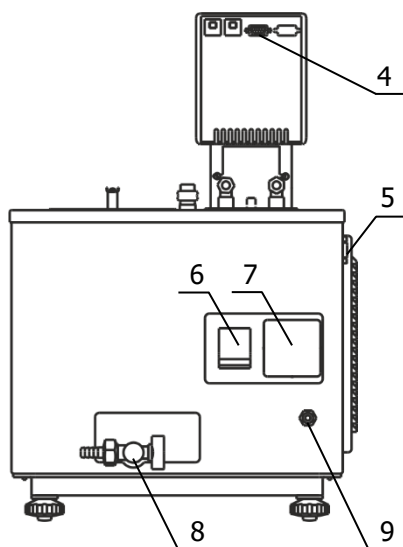

Рисунок 3 — Задняя панель термостата
2.2.4 К переливному штуцеру 9 (рисунок 3) присоединить гибкий шланг, второй конец которого опустить в емкость для сбора излишков теплоносителя объемом 1.5–2 литра.
2.2.7 Вставить вилку сетевого кабеля блока регулирования в розетку 7 (рисунок 3). Соединить кабелем из комплекта поставки блок регулирования (разъем 4) и холодильную машину (разъем 5). Сетевой кабель термостата подключить к питающей сети напряжением 220 В. Для этого в лабораторном помещении должна быть установлена электрическая розетка из комплекта поставки термостата.
2.2.8 Автоматический выключатель 6 (рисунок 3) перевести в положение «включено».
2.2.9 Включить блок регулирования в соответствии с документом ТКЛШ 3.222.009-14 РЭ «Блок регулирования температуры погружной циркуляционный М12М серии МАСТЕР». При работе циркуляционного насоса уровень теплоносителя во внутренней ванне понизится. Доливать теплоноситель следует до тех пор, пока он не начнет переливаться через штуцер 9 (рисунок 3).
2.4.2 Надеть сливной шланг из комплекта поставки на кран 8 (рисунок 3) и закрепить его хомутом. Свободный конец шланга опустить в емкость для сбора теплоносителя объемом, превышающим объем термостата.